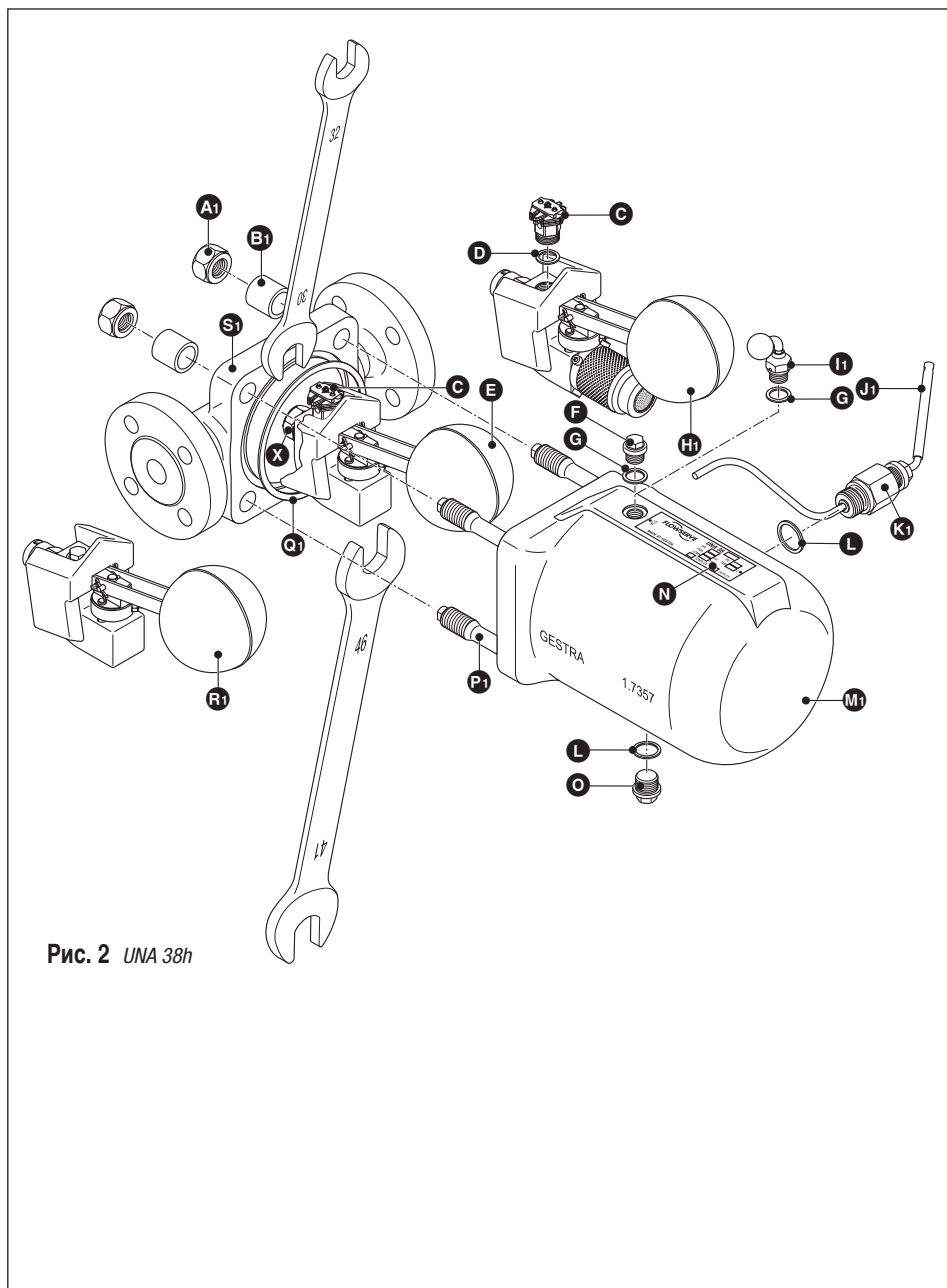
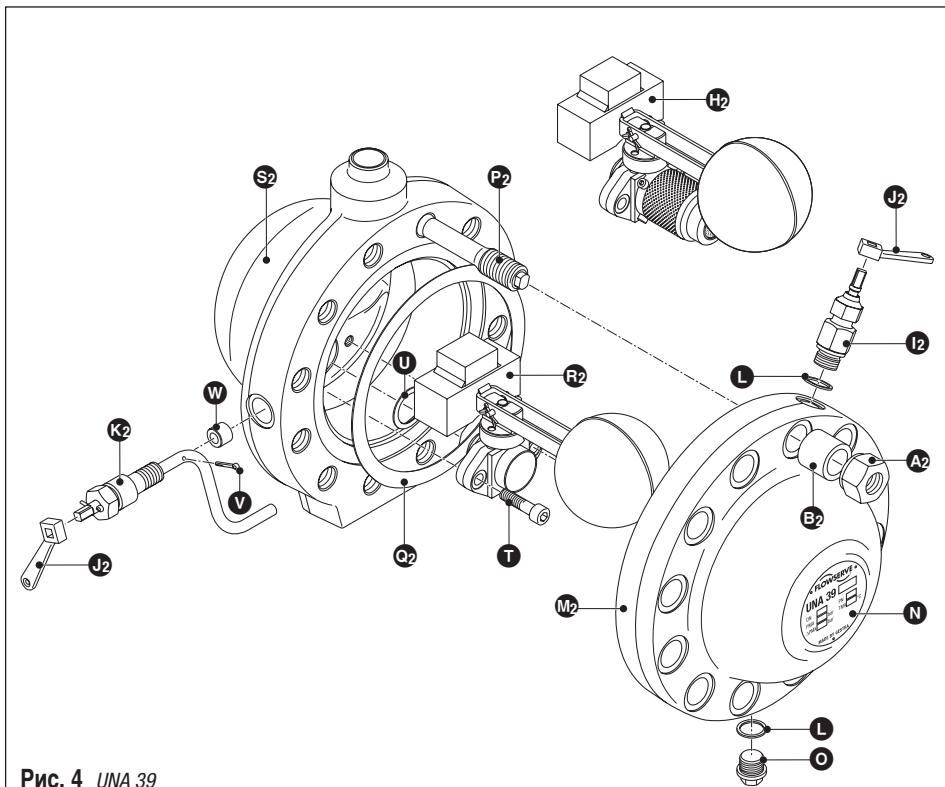

Рис. 2 UNA 38h
Рис. 4 UNA 39
1. Наденьте ручку **1** на рычаг **2**, (см. **Рис. 2** и **Рис. 4**)